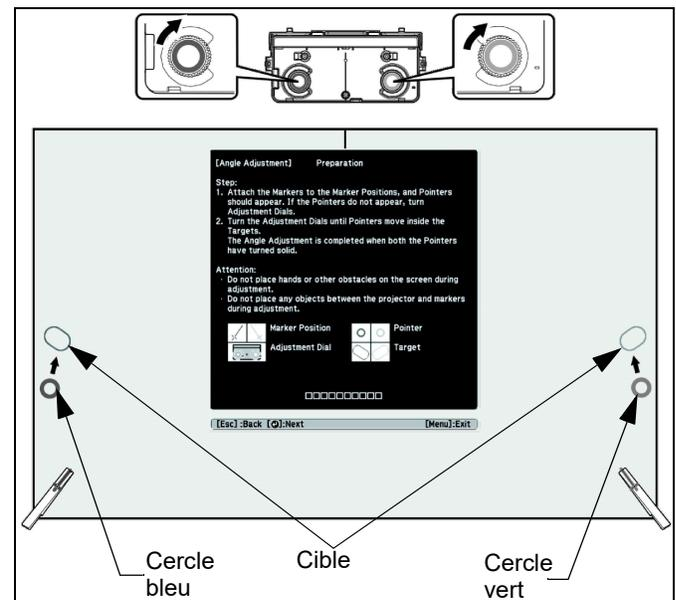

Figure 41
- Lorsque les cercles des mêmes couleurs (bleu ou vert) ainsi que les positions des feutres sont affichés à gauche et à droite de l'écran, tournez les boutons d'ajustement sur le capteur tactile pour déplacer les cercles bleus et verts à l'intérieur de la cible de la même couleur (bleu et vert) de chaque côté de l'écran. (Voir figure 41).
**REMARQUE :** Tourner un bouton d'ajustement **dans le sens des aiguilles d'une montre** déplace le cercle en diagonale vers le **haut** vers le centre de l'image projetée. (Voir figure 41)